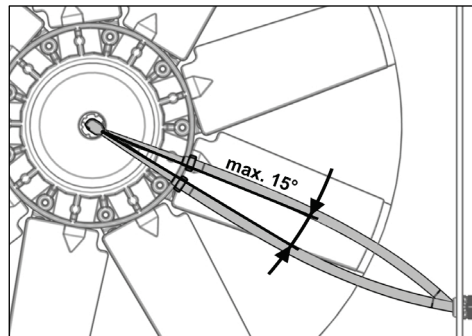

Рис. 31
- Проверить натяжение и в случае необходимости отрегулировать натяжение напорного шланга (см. Рис. 31).